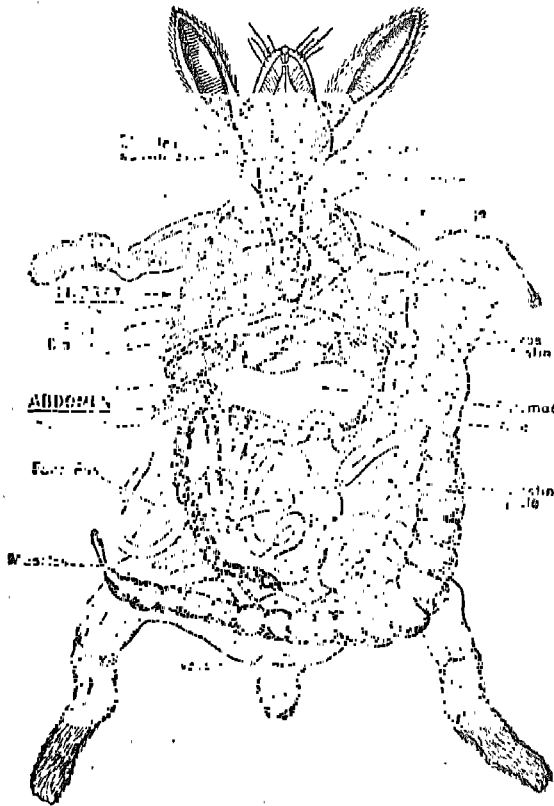

Fig. 2. — Dissection d'un lapin. Elle nous montre les organes qui forment le corps de cet animal.
2. La notion d'organe. Observation des principaux organes d'un *lapin écorché*. A défaut, examiner et décrire la fig. 2. Retrouver les organes correspondants sur une planche murale représentant l'intérieur du corps humain1 (à défaut, sur la fig. 3).
La ménagère coupe ensuite la paroi du ventre et la poitrine, et vous pouvez distinguer les poumons, le cœur, le foie, le tube digestif, les reins... contenus dans le tronc (fig. 2). Vous remarquez qu'une cloison charnue, le *diaphragme*, partage le tronc en deux parties. Au-dessus se trouve la poitrine, ou *thorax*, au-dessous c'est le ventre, ou *abdomen*.